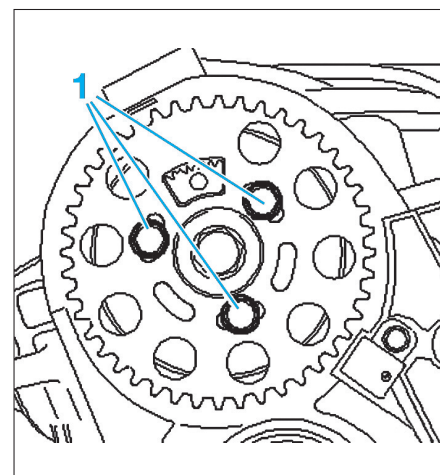

Fig. 52
- les vis (1) du pignon d'arbres à cames (Fig.52).